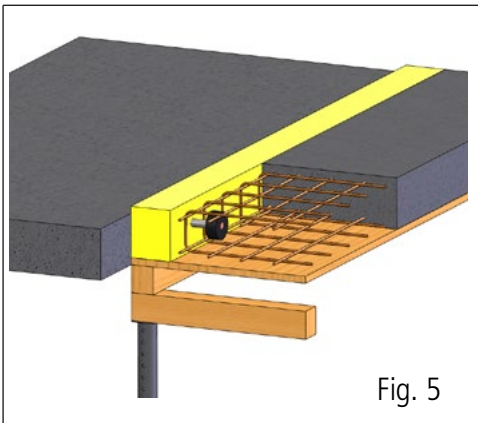

Fig. 5
10. Pose de l'armature supérieure et inférieure sans contact avec la ZDE-OV (Fig. 5).